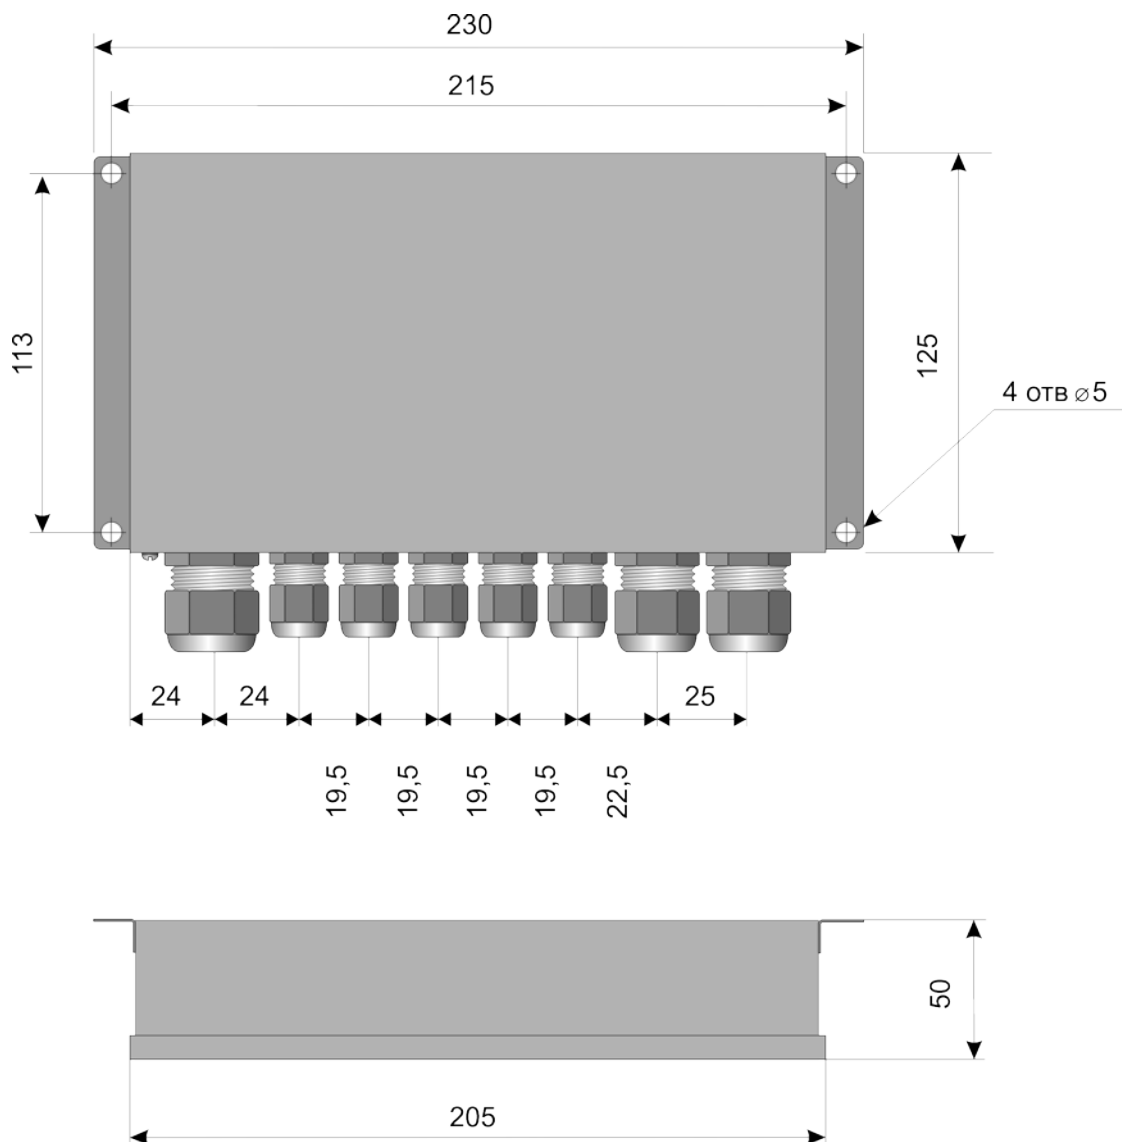

Рис.2
| 2) Кросс АС-Крс-02_____ | 1 шт, Рис.2; |
- кросс, рис.2, в передней части кабины, под окном.